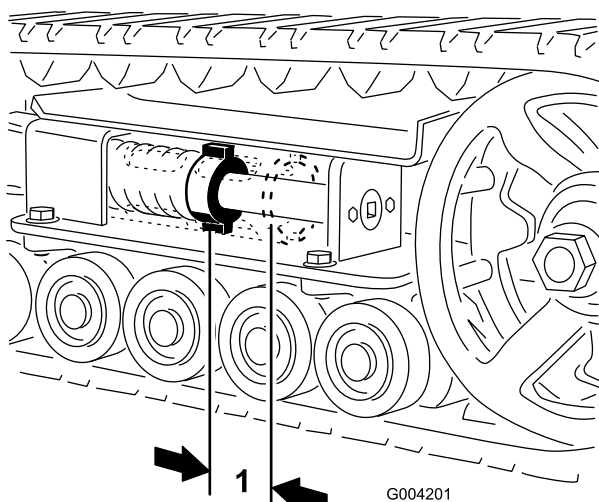

Figura 44
Debe haber una holgura de 7 cm entre la tuerca tensora y la parte de atrás del tubo tensor (Figura 44). Si no es así, ajuste la tensión de las orugas usando el procedimiento siguiente:
- Usando una llave de tubo de 13 mm, gire el tornillo tensor en sentido antihorario hasta que la distancia entre la tuerca tensora y la parte de atrás del tubo tensor (Figura 44) sea de 7 cm.
11. Gire el tornillo tensor en sentido antihorario hasta que la distancia entre la tuerca tensora y la parte de atrás del tubo tensor (Figura 44) sea de 7 cm.
17. Gire el tornillo tensor en sentido antihorario hasta que la distancia entre la tuerca tensora y la parte de atrás del tubo tensor (Figura 44) sea de 7 cm.